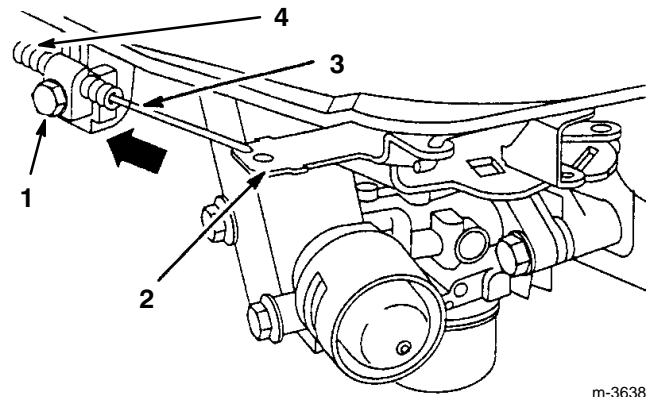

Abbildung 19
2. Die Kabelklemmschraube lösen, bis der Gaszug rutscht (Abb. 19).
3. Reglerbetätigungshebel, Gaszug und Kabelhülse so weit wie möglich in Pfeilrichtung bewegen (Abb. 19).